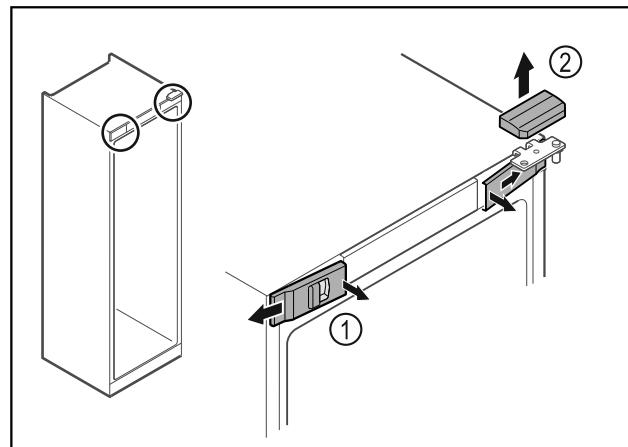

Fig. 15
- Odistite zvnútra predné kryty Fig. 15 (1) a odoberte ich do strany.
- Odoberte horný kryt Fig. 15 (2) nahor.